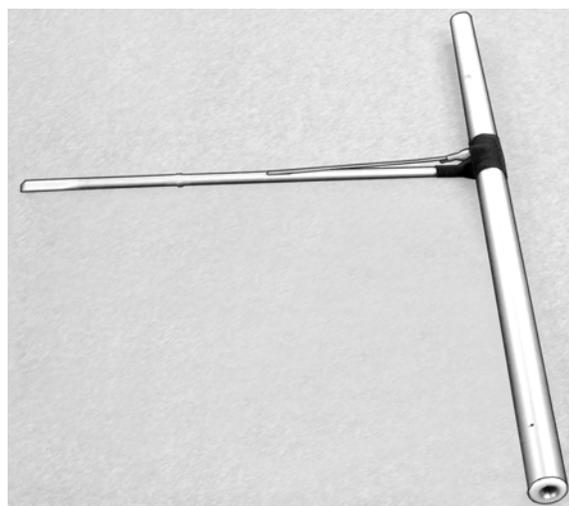

Рисунок 2
2. Возьмите правые и левые боковые трубы №3. Расположите их соответственно разметке «право»/«лево» сзади передних частей боковых труб (№1-2). Следите за правильным положением каждой трубы. На рис. 2 показана правильная ориентация правой боковой трубы №3 при виде сзади – сверху.